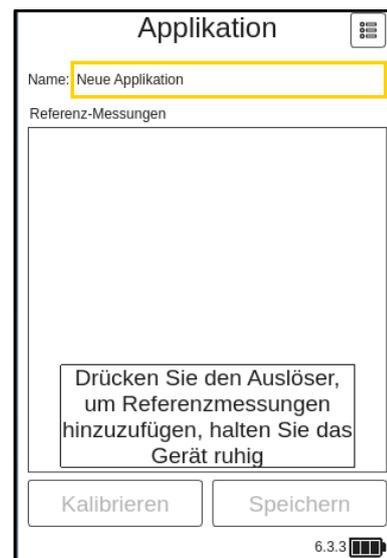

Bild 41: *Referenzmessungen*
Positionieren Sie zu diesem Zeitpunkt Ihren coatmaster® Flex in einem Abstand von ca. 5 cm zur Referenzprobe und drücken Sie die Auslösetaste ① (siehe Bild 41: Referenz-/Kalibrierungsmessung).